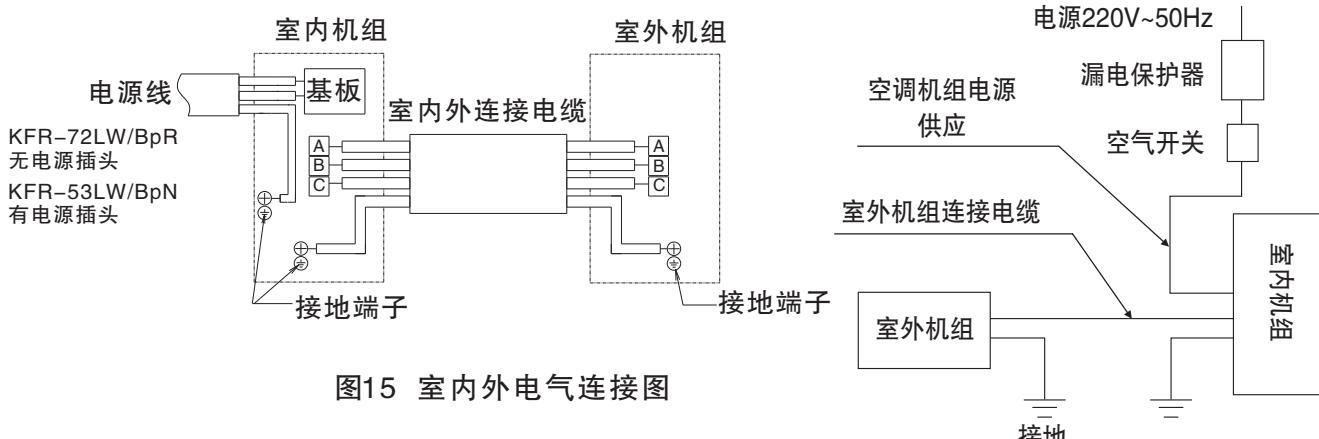

图15 室内外电气连接图
- (1) 用附件④连接电缆按接线图示要求正确地连接室内外机组，绝对不可连接错误(如图15)。
- (2) 连接电缆必须用室内外机组上的附属电线压板压紧。
- 接地线必须根据图15所示用连接电缆中黄/绿色导线接至带有“”标记的接线端子上。